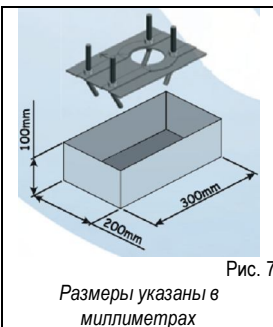

Рис. 7
3. Замуровать плиту в фундамент (см. рис. 7), предварительно установив один или несколько коробов для прокладки электрических кабелей. С помощью строительного уровня выровнять плиту в горизонтальной плоскости. Подождать, пока цемент затвердеет.